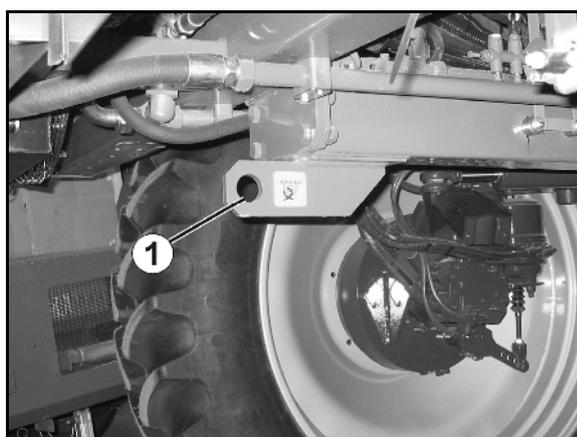

Fig. 121
- Bei stehendem Motor ist auf jeden Fall ein Abschleppen der Maschine mittels einer Zugstange erforderlich. Die Zugstange in der Zugöse (Fig. 121/1) befestigen.